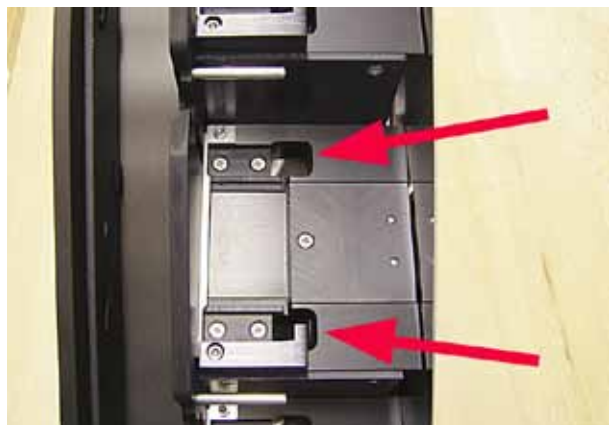

Fig. 44
- Indføringsstation (→ "Fig. 44")